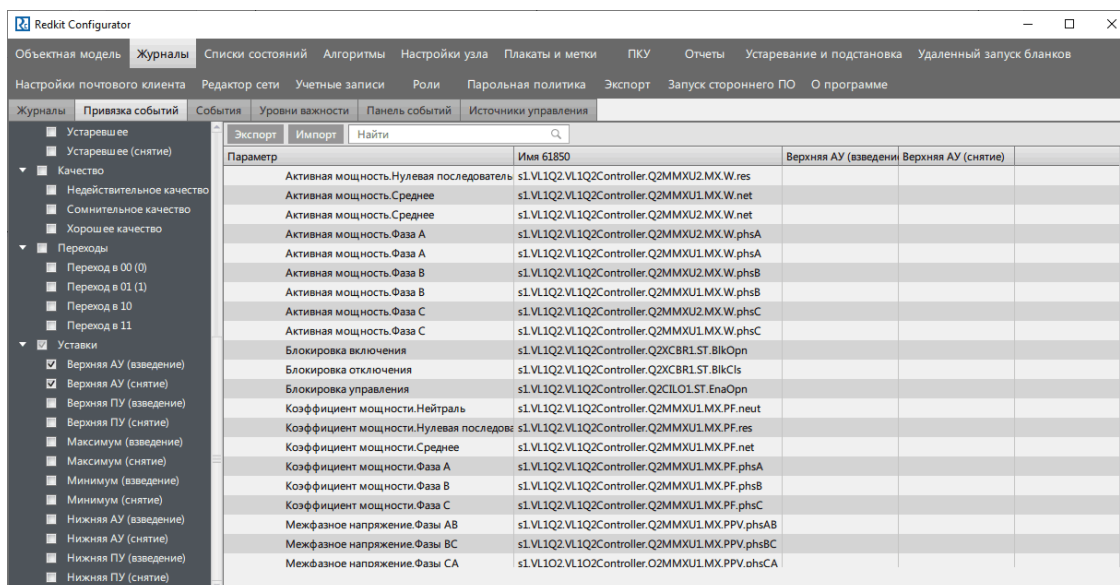

Рисунок 152 - Экспорт/Импорт привязок событий
1. Нажмите **Экспорт** (Рисунок 152).
1. Нажмите **Импорт** (Рисунок 152).